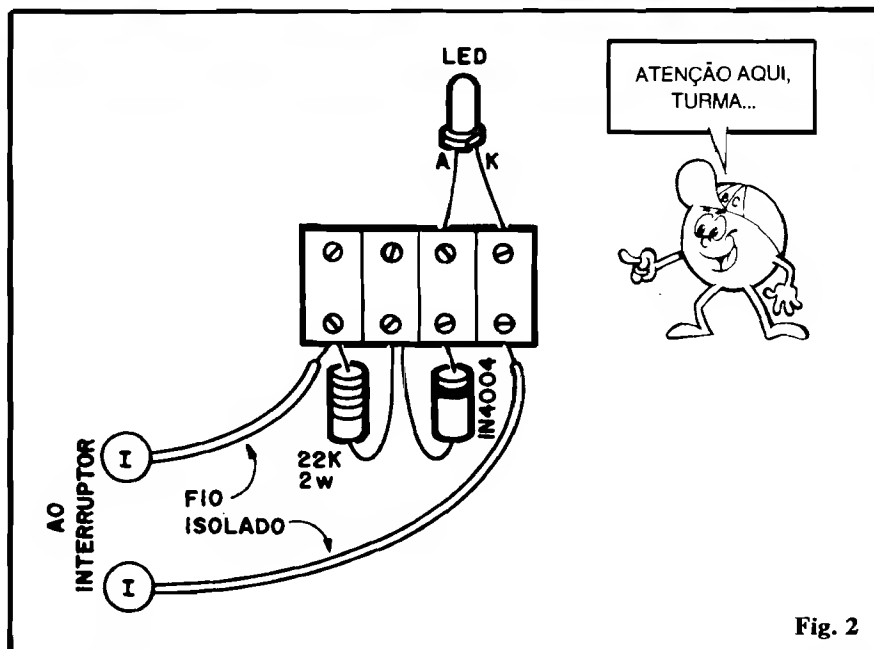

Fig. 2
- **FIG. 2** - Chapeado da montagem (vista real dos componentes e suas interligações). **MUITA** atenção nessa fase da construção do PILOTO PARA INTERRUPTOR DE PAREDE! O sistema é "totalmente sem solda" (por en-